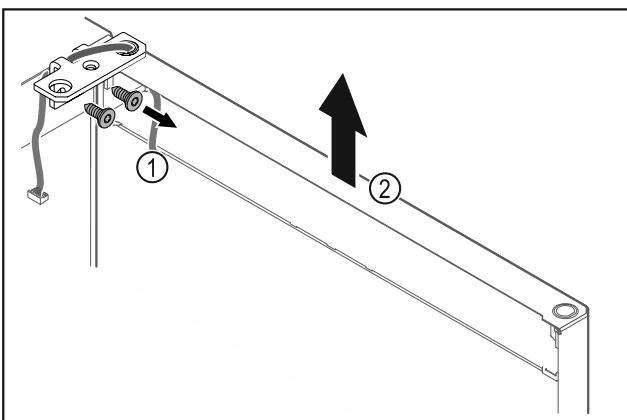

Fig. 23
- Desatornille el soporte de la bisagra Fig. 23 (1).
- Levante la puerta, incluyendo el soporte de la bisagra Fig. 23 (2), unos 200 mm hacia arriba y retírela.